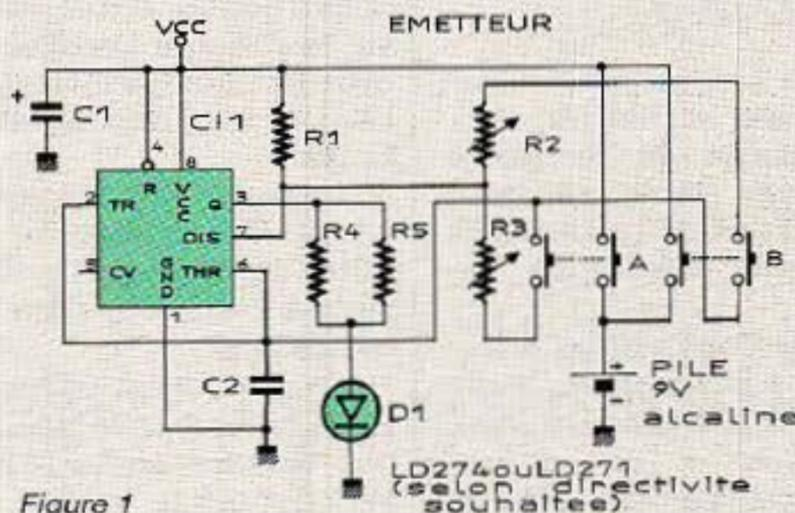

Figure 1
Deux touches à deux inverseurs chacune se chargent d'une part d'alimenter l'ensemble, d'autre part de fixer la fréquence de relaxation du 555 (figure 1).
**L**a figure 1 reproduit le schéma du stabilisateur de tension le plus simple possible : une diode zener polarisée par une résistance. Rien n'empêche évidemment de l'utiliser entre une pile et un circuit quelconque mais son principal défaut, déjà sensible lorsque l'énergie provient du secteur, va vite se révéler rédhibitoire : pour fonctionner correctement (c'est à dire avec une bonne efficacité de stabilisation), la zener doit